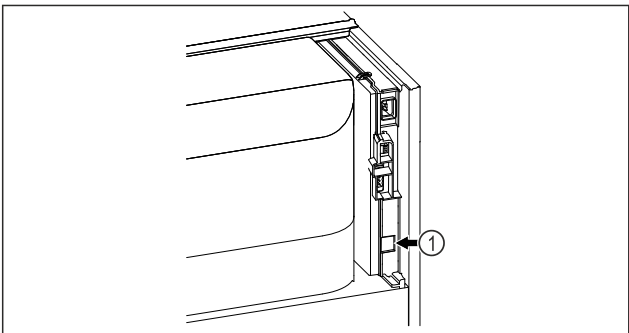

Fig. 48
- ❑ SmartModule Fig. 48 (1) 已使用。